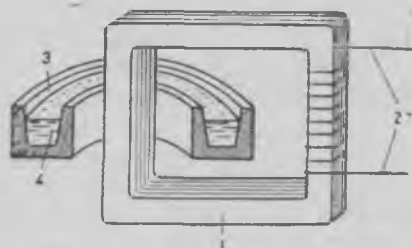

Рис. 138.
10. Рисунок 138 он изобразитту трансформатора, кудамас энзимӕйне обмотка 2 состоиу аӕйс провода виткойс, представляйен электросулуанда пӕчин схемау. Тойзен обмоткан сиях трансформаторан сердечникках 1 он панду кольцевой тигеля 3 металлан ке 4. Энзимӕйзех катушках токкуа пиӕстӕес сулуанда токани луадима лӕммӕ сулуау металлан.